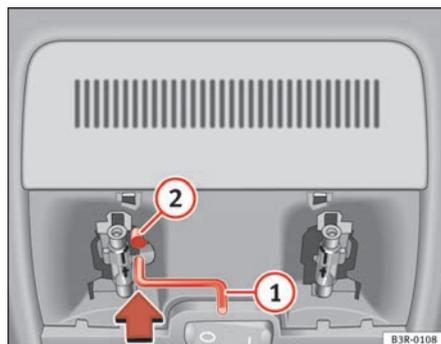

Fig. 82 Détail du ciel de pavillon : manivelle pour commande de secours
- Insérez la manivelle ① jusqu'en butée ⇒ fig. 82 dans l'alésage hexagonal ②.